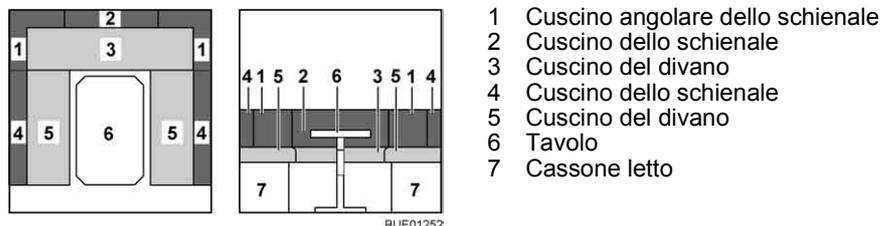

Fig. 92 Prima della trasformazione
- Rimuovere i cuscini angolari dello schienale (Fig. 92,1) e il cuscino dello schienale (Fig. 92,2) e collocarli sotto il tavolo.